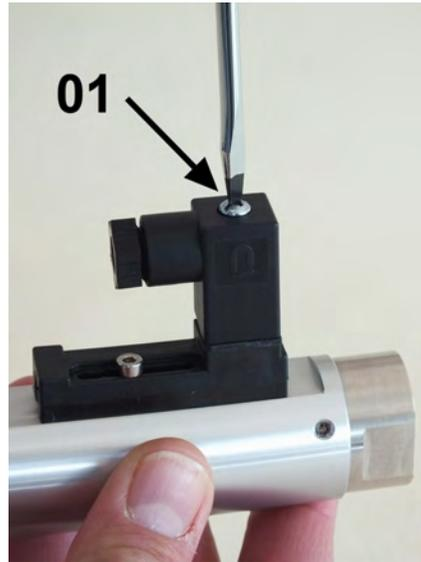

Abb. 20: Steckerdose lösen
1. ➤ Befestigungsschraube (Abb. 20/01) von der Steckerdose lösen
9. ➔ Steckerdose auf Gerätestecker stecken und Befestigungsschraube (Abb. 20/01) anziehen